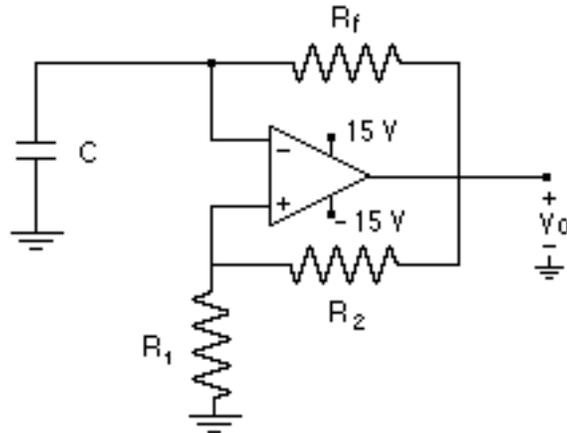

Figura 7.2.- Oscilador de onda cuadrada
4.- El circuito mostrado en la Figura 7.2 es un oscilador de onda cuadrada. En este caso el lazo de realimentación no se conecta a la entrada negativa sino a la entrada positiva. Esta es la diferencia fundamental entre los amplificadores lineales (amplificadores inversores, amplificadores diferenciales, integradores, sumadores, etc.) y los circuitos que oscilan. Explique brevemente el funcionamiento del circuito. Haga el diagrama de cableado del circuito que va a montar en el laboratorio.